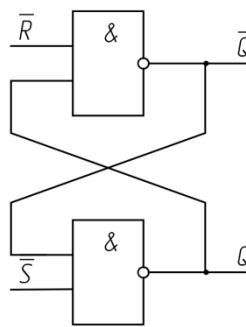

Рис. 6.2 – Схема RS-триггера на элементах И-НЕ
- 1.2) Построить RS-триггер на элементах И-НЕ (рисунок 6.2). Проверить правильность работы триггера по таблице переключений (таблица 6.2).